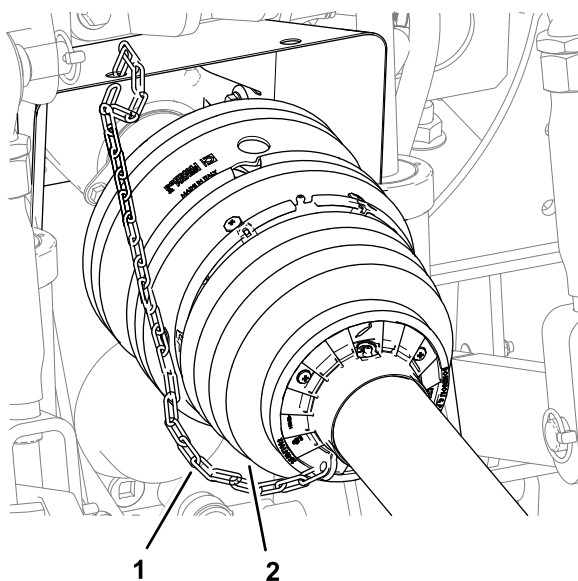

Figura 32
- Ligue a corrente de retenção a uma peça fixa do veículo de reboque (Figura 32).